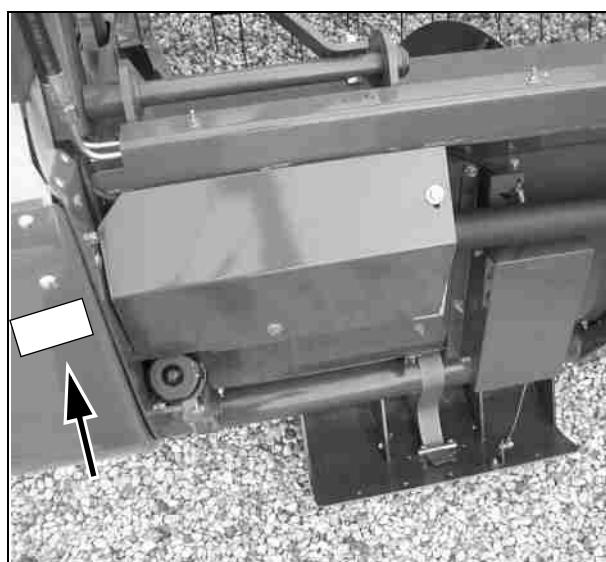

Рис. 6
**Данные для идентификации жатки - Рис. 6**